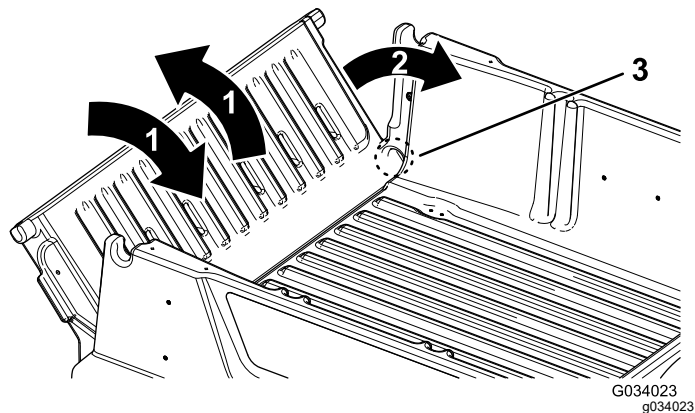

Рисунок 18
2. Установите откидной борт в положение под углом приблизительно  $45^\circ$  (Рисунок 18).
3. Короткими движениями, встряхивая, переместите откидной борт назад и вперед несколько раз (Рисунок 18).